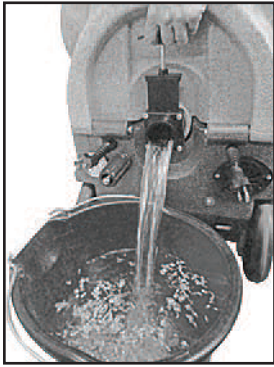

図3
- 残っている汚水を排水バルブからバケツに排出してください。(図3)